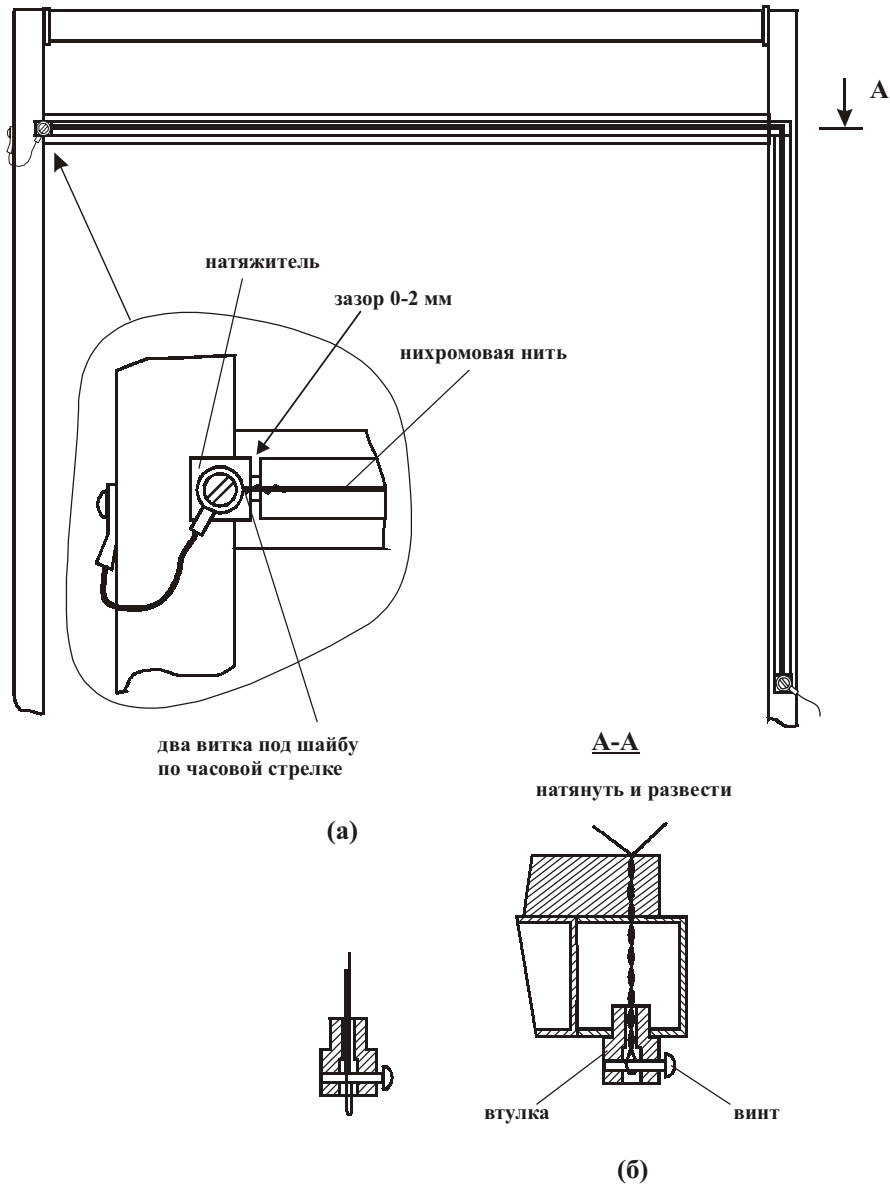

Рис. 2. Схема установки импульсного ножа
2. В случае обрыва нихромовой нити или прогара тефлонового покрытия термоножа, вследствие нарушения правил эксплуатации или работы аппарата в режиме интенсивной эксплуатации, замену вышедших из строя элементов производит покупатель. Замена нихромовой нити осуществляется в следующем порядке (рис. 2):
– Создать скрутку (5–6 витков) нихромовой проволоки на участке вблизи от втулки. Продеть концы нихромовой проволоки в отверстие текстолитовой полурамы и с небольшим натягом развести их в стороны, как показано на рис. 2б.
– Привести натяжитель в крайнее правое положение (рис. 2а) и, удерживая его, намотать под шайбу (по часовой стрелке) с натягом два витка нихромовой проволоки, после чего, сохраняя натяг, затянуть винт. После отпуска натяжитель не должен отходить более чем на 2 мм от упора, иначе при нагреве он может выпасть из гнезда.